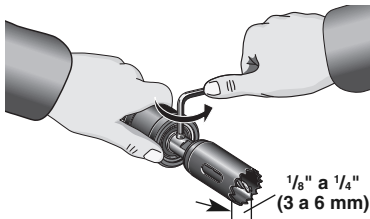

Figura 16 – Instalación de la broca piloto
3. Vuelva a colocar en el eje una nueva broca piloto, de manera que la punta sobresalga $\frac{1}{8}$ " a $\frac{1}{4}$ " (3 a 6 mm) más allá del borde de la sierra sacabocados. Debe alinear la parte plana del eje con el tornillo de sujeción (Figura 16).